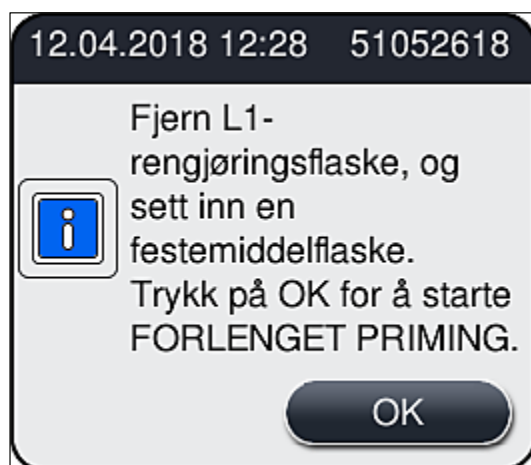

Fig. 104
- » Etter dette bes brukeren om å fjerne rengjøringsflasken fra apparatet og sette inn en ny flaske med festemiddel. Etter innsetningen bekrefter du informasjonsmeldingen (→ Fig. 104) med **OK**. Kasser innholdet i rengjøringsflasken i samsvar med laboratoriebestemmelsene.